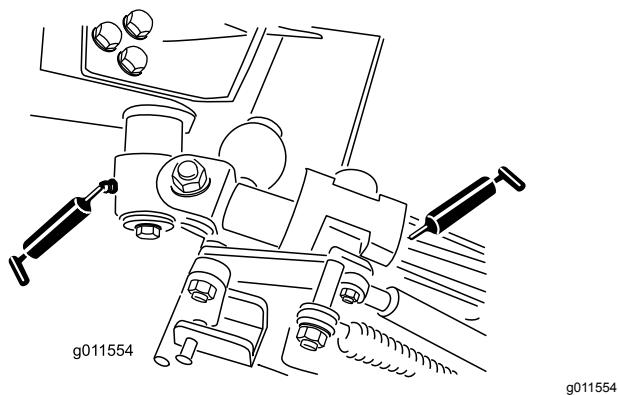

Figura 71
- 2 boccole orientabili della leva a squadra (Figura 71)
- 4 boccole del braccio posteriore (Figura 71).